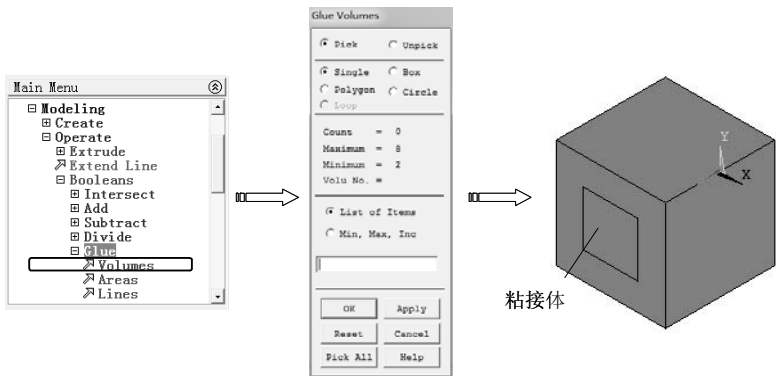

图 8-92 粘接运算
5) 选择“Main Menu>Preprocessor>Modeling>Operate>Booleans>Glue>Volumes”命令，弹出“Glue Volumes”对话框，单击“Pick All”按钮选择所有体，单击“OK”按钮完成粘接运算，如图 8-92 所示。